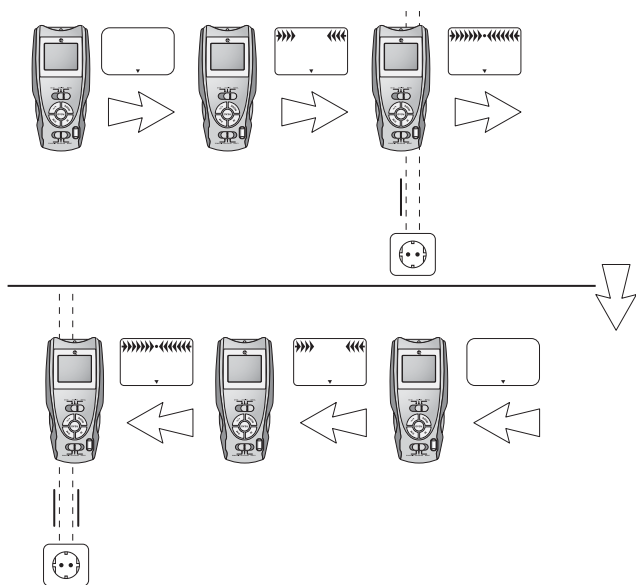

Fig. 4
5. Déplacez lentement le détecteur de mesure le long du mur. Si les flèches de l'écran se déplacent vers ce point, vous vous approchez de l'objet recherché. Si les flèches sont complètes et si une tonalité continue retentit, marquez cette position (voir Fig. 4).
6. Procédez ensuite de la même façon, mais cette fois-ci, approchez-vous de l'objet par l'autre côté. Dès que la tonalité retentit, marquez cette position (voir Fig. 4).